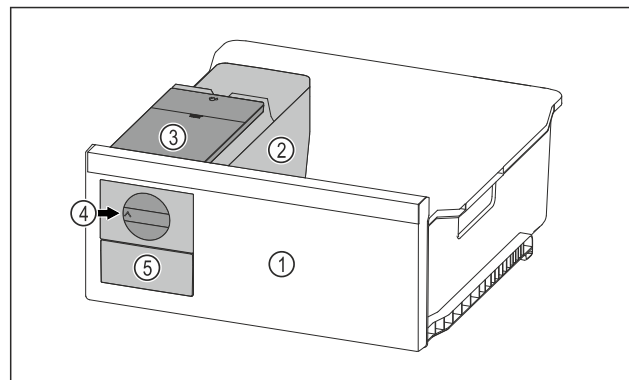

Fig. 124 Ilustrační zobrazení
- ▶ Otočte otočný knoflík Fig. 124 (4) ve směru hodinových ručiček až na doraz.
- ▶ Kostky ledu padají z misky na kostky ledu do zásuvky na kostky ledu Fig. 124 (5).